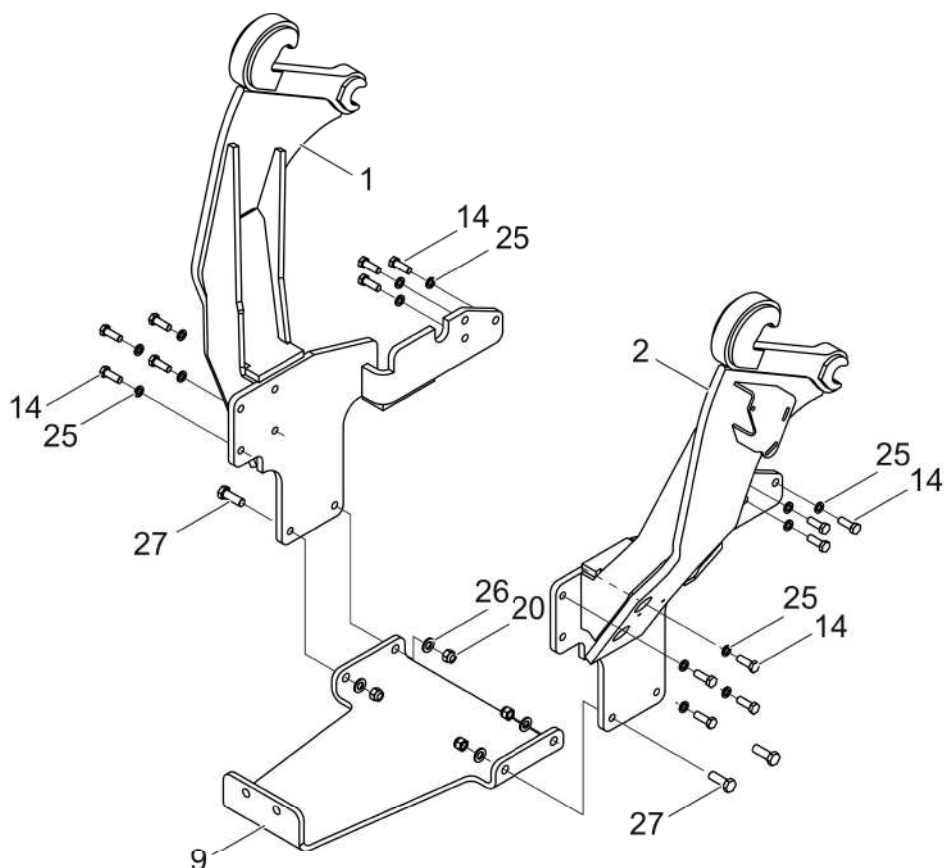

РИСУНОК 4.2 А Монтаж несущей рамы на тракторах КИОТИ DK551С с экскаватором KB2375
(1)- левый кронштейн; (2)- правый кронштейн; (9)- кронштейн; (14)- болт M14x1,5x40; (20)- самоконтрящаяся гайка M16; (24)- упругая шайба Z10,2; (25)- упругай шайба Z14,3; (26)- шайба 16-100HV; (27)- болт M16x55
В тракторах КИОТИ DK551С с экскаватором KB2375 перед началом монтажа необходимо демонтировать регулятор давления воздуха и кронштейн для поддержки гидропроводов. Переднюю и заднюю часть кронштейнов (1) и (2) (РИСУНОК 4.2 А) необходимо привинтить при помощи болтов (14) с шайбами (25). Между кронштейнами(1) и (2) необходимо прикрепитьпри помощи болтов (27), гаек (20) и шайб (26)кронштейн(9).